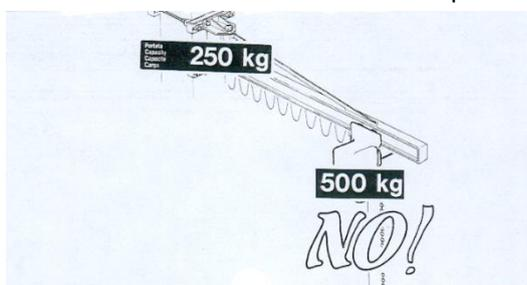

fig. 16
3. Le caratteristiche dell'unità di sollevamento (carrello/paranco), qualora non facente parte della fornitura, siano compatibili con quelle della gru a bandiera (vedi punto 2.2.7) in relazione a: (fig. 16)